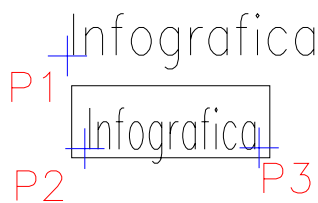

Fig. U8.6
- Utilizând stilul creat în exemplul precedent (cu numele *Nou*), se scrie textul *Infografica* deasupra dreptunghiului din Fig. U8.6